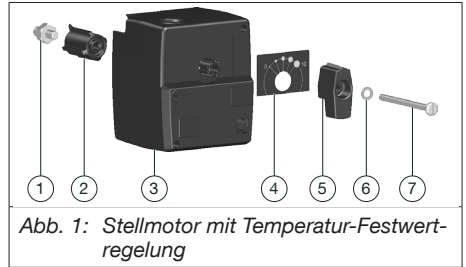
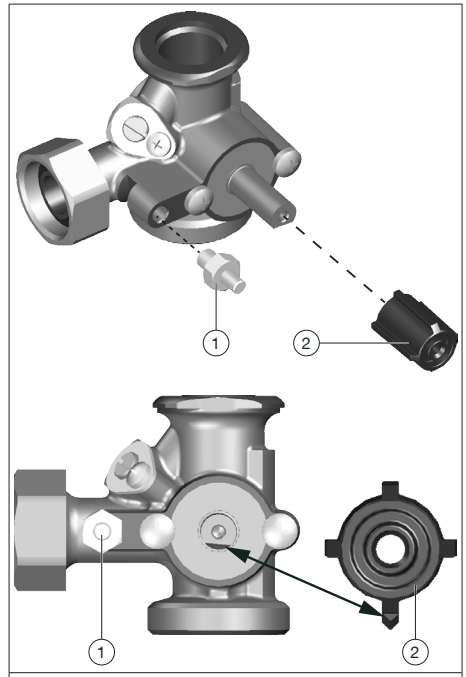
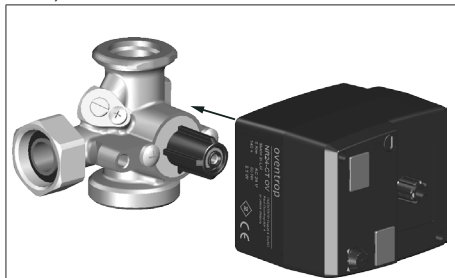

Abb. 1: Stellmotor mit Temperatur-Festwertregelung
Abb. 3: Ausrichtung
Abb. 4: Stellmotor aufsetzen
1. Kontrollieren Sie die Ausrichtung des Mischerkükens. Die abgeflachte Seite des Mischerkükens muss nach unten zeigen und waagrecht ausgerichtet sein (siehe Abb. 3 auf Seite 9). Das Kükens versperrt in dieser Position den Vorlaufstrang.
2. Setzen Sie den beiliegenden Adapter (Position 2 in Abb. 1 auf Seite 7) auf das Mischerkükens. Achten Sie darauf, dass der spitz zulaufende Steg des Adapters nach unten zeigt (siehe Abb. 3 auf Seite 9).
3. Verschrauben Sie die Verdrehsicherung (Position 1 in Abb. 1 auf Seite 7) fest am Mischergehäuse (siehe Abb. 3 auf Seite 9).
4. Setzen Sie den Stellmotor (Position 3 in Abb. 1 auf Seite 7) auf den Adapter (siehe Abb. 4 auf Seite 10).